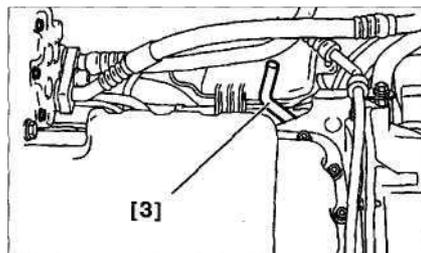

Рис. 7.11. Установите фиксатор маховика [3].
14. Установите фиксатор махови ка [3] (рис. 7.11).